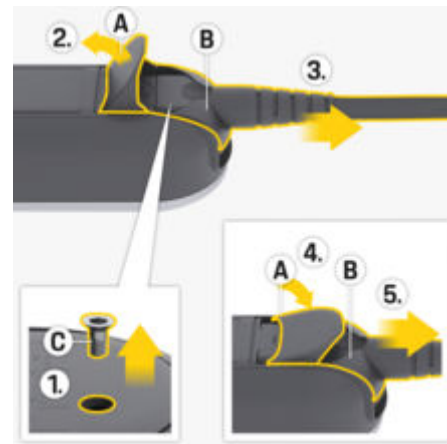

Fig. 409: Deconectarea cablului de alimentare
1. Scoateți șurubul **C** (Fig. 409) cu un instrument adecvat.
2. Deschideți complet capacul **A** (Fig. 409).
3. Scoateți conectorul **B** (Fig. 409) până când simțiți prima dată rezistență.
4. Închideți capacul **A** (Fig. 409) până la aproximativ 15 grade (capacul poate sta pe conectorul **B** (Fig. 409)).
5. Scoateți complet conectorul **B** (Fig. 409).